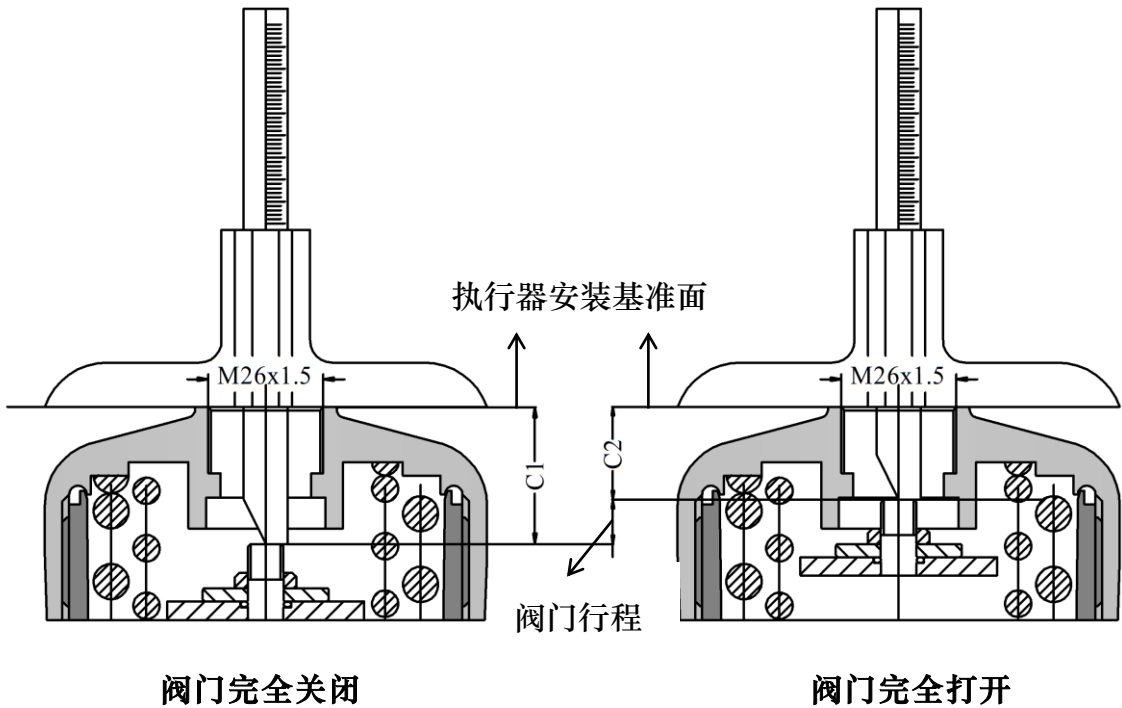

图38. C1 值和 C2 值测量
①	传感器	1	反馈阀门开度位置
②	安装板	1	连接定位器与执行器
③	O 型圈	2	Φ20×2
④	固定件	2	用于固定安装板, G1/4 螺纹
⑤	M8 六角头螺栓	4	M8×16
⑥	传感器接头	1	将传感器连接到定位器
- 阀门处于完全关闭和完全打开状态时，用深度尺分别测量执行器阀杆顶端到执行器顶部安装基准面的距离 C1 值和 C2 值（图 38 中标注所示），并记录。